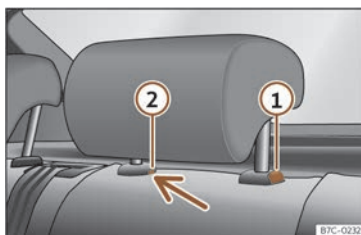

Fig. 111 Repousacabezas traseiro: desmontaxe.
- Prema a tecla >>> **fig. 111** ① , apertando á vez polo orificio do seguro ② cun desaparafusador plano de máximo 5 mm de anchura e retire o repousacabezas.